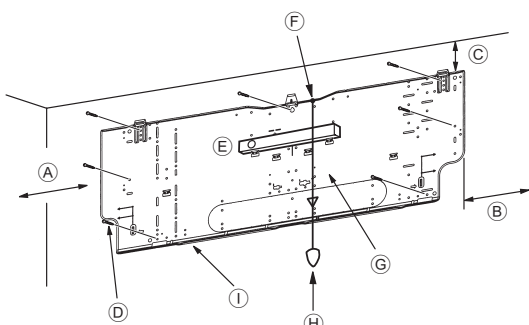
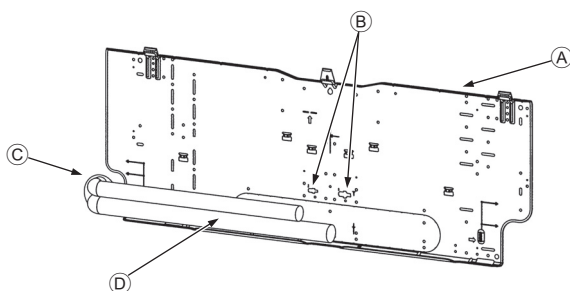

Fig. 3-4
Fig. 3-5
■ PKFY-P-VKM-E (Fig. 3-4)
- Ⓓ Tornillos de fijación (4 x 25) ②
- Ⓘ Placa de montaje ①
3.3. Cuando coloque los tubos en la pared (Fig. 3-5)
- Ⓐ Placa de montaje ①